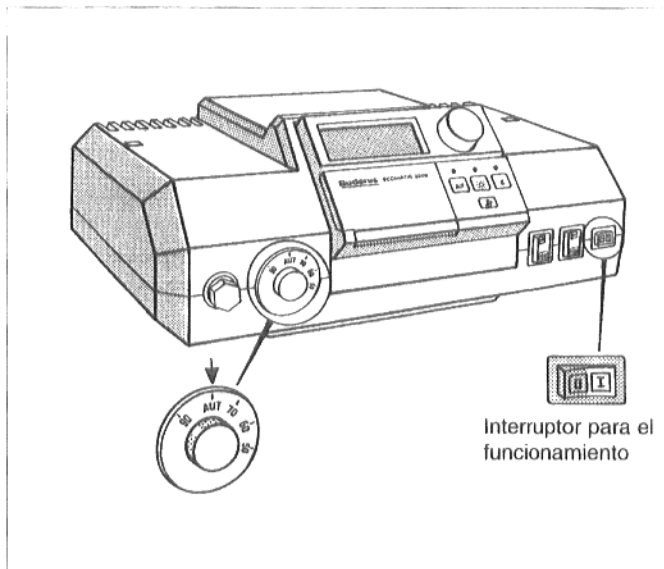

Fig. 8
- Poner el interruptor para el funcionamiento (fig. 8) en la posición "0".